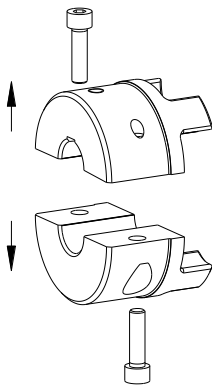

Fig. 7
- Desserrez et retirez les vis (composant 4) des moyeux SPLIT (composant 1) (voir figure 7).